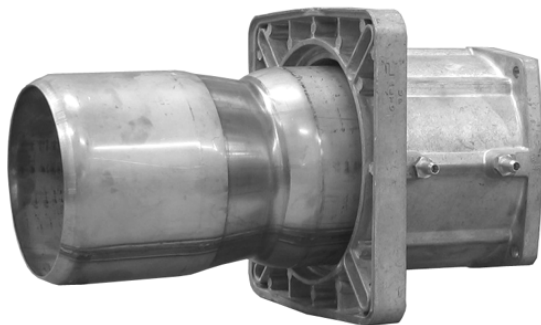

Рис. 6 - - Сопло в коротком виде
- 4 Вынуть сопло с фланцевого патрубка и установить его с обратной стороны, как указано на Рис. 6 и Рис. 7, закрепив его снятыми винтами (Рис. 8).